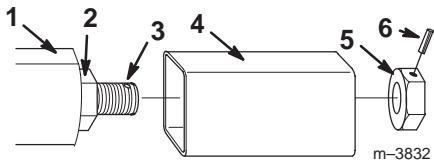

Bild 4
8. Schieben Sie das Ende des Auslegers so in das Einstellgehäuse ein, dass sich die Einstellschraube durch die kleine Öffnung in der Rückseite des Einstellgehäuses bewegt (Bild 4).
9. Drehen Sie die Einstellmutter von der Rückseite des Einstellgehäuses aus auf die Einstellschraube auf, bis sie mit dem Ende der Schraube bündig ist und die Markierung, die Sie in Schritt 5 auf beiden Teilen gemacht haben, ausgerichtet sind (Bild 4).
- 10.** Bringen Sie den Zylinderstift in der Einstellmutter an (Bild 4).